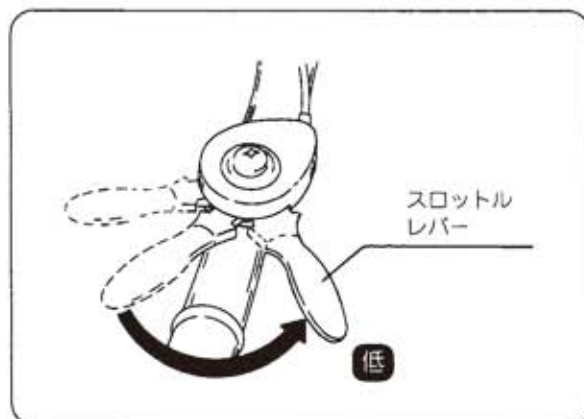

図29
- ① スロットルレバーを「低速」位置にもどし、停止スイッチを「OFF」位置にしてください。(図29・30)